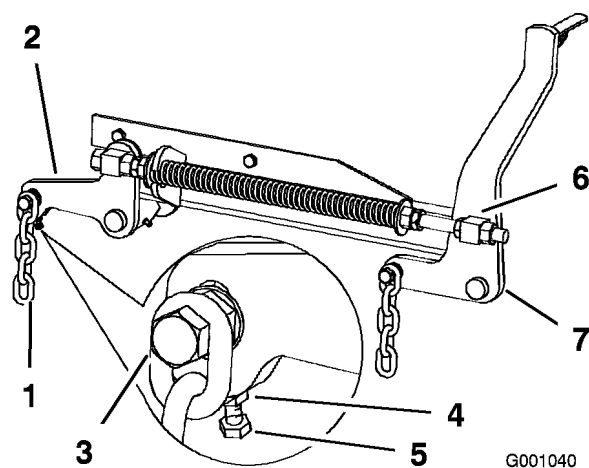

Figura 77
- Se le misure al punto **B** o **C** non sono esatte, allentate il bullone che monta la catena posteriore al braccio di supporto posteriore (Figura 77).
- Allentate il controdamo sotto il supporto posteriore e regolate il bullone di regolazione per ottenere una misura compresa tra 79 e 82 mm (Figura 77).
7. Allentate di 13 mm circa i controdadi delle parti girevoli anteriori destra e sinistra (Figura 77).
8. Regolate i dadi di sollevamento sui lati destro e sinistro della macchina finché la parte anteriore della macchina non risulta più bassa di 6 - 10 mm davanti, al punto **A**, rispetto alla parte posteriore al punto **B** (Figura 77).